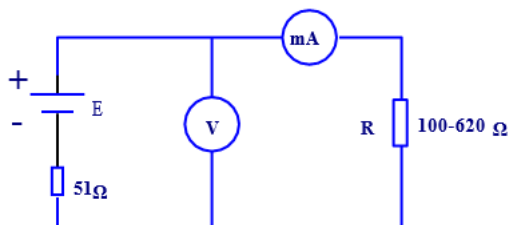

图. 13-1
- 按图 13-1 接好电路，调节负载电阻为表格中阻值，用万用表测量对应电压电流，并填入表格：